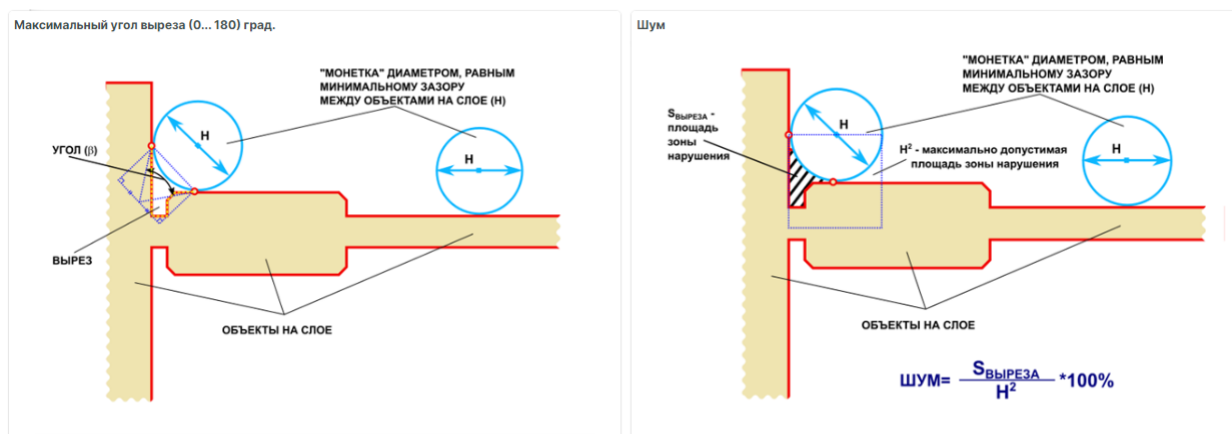

Рис. 367 Максимальный угол выреза и шум
- «Мин. зазор» – в правиле устанавливаются величины: минимальный зазор между объектами на слое, максимальный угол выреза ($0^\circ - 180^\circ$), шум – отношение площади выреза к квадрату минимального зазора между объектами ($0\% - 100\%$), см. Рис. 367. Данная проверка осуществляется между всеми элементами, расположенными на слоях печатной платы.